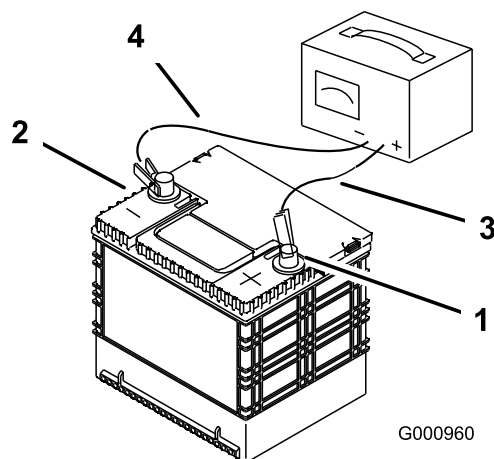

Figura 41
2. Cuando la batería esté completamente cargada, desconecte el cargador de la toma de electricidad, luego desconecte los cables del cargador de los bornes de la batería (Figura 41).